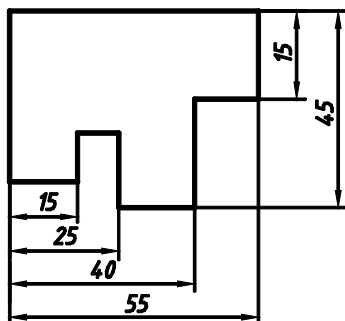

Fig. 2.11. Cotare față de o bază de referință
- **cotarea față de o bază de referință** constă în înscrierea cotelor față de un element comun (fig. 2.11);